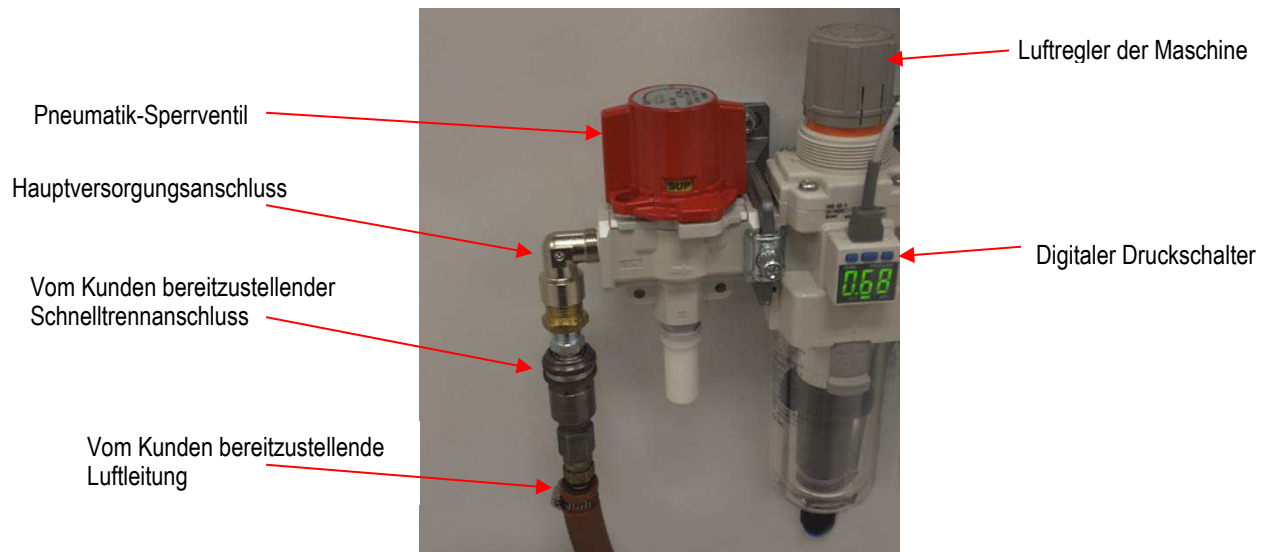

Abbildung 59
- b. Montieren Sie einen Schnelltrennanschluss an der vom Kunden bereitzustellenden Industrie-Luftleitung und verbinden Sie diese mit dem Maschinenanschluss. Die Verbindung sollte schließlich so aussehen wie in Abbildung 59 dargestellt.